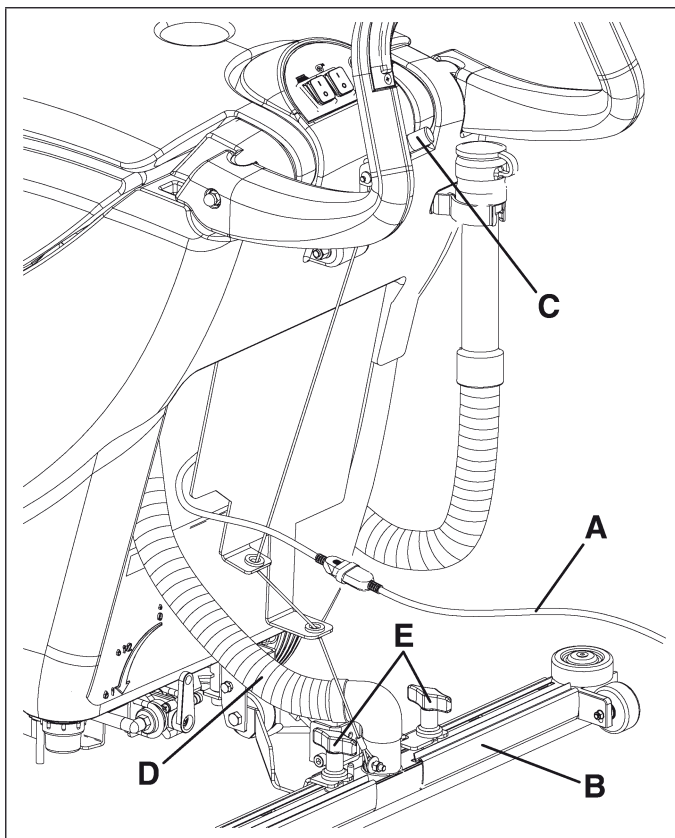

Figure 16
1. Controlar que el cable de alimentación (A, Fig. 16) esté desconectado de la red eléctrica.
2. Bajar la boquilla (B, Fig. 16) mediante la palanca (C).
3. Desconectar el tubo de aspiración (D, Fig. 16) de la boquilla.
4. Aflojar las empuñaduras (E, Fig. 16) y quitar la boquilla (B).
4. Montar de nuevo la boquilla (B, Fig. 16) y enroscar las empuñaduras (E).
5. Conectar el tubo de aspiración (D, Fig. 16) a la boquilla (B).